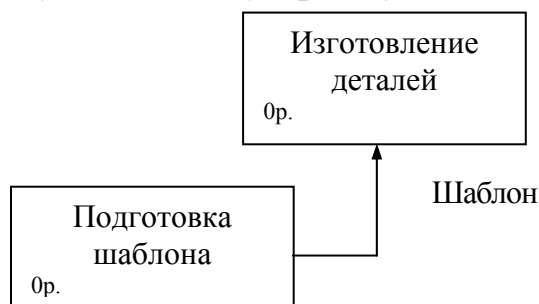

Рис. 38. Связь выход–механизм
**Связь выход–механизм (output–mechanism),** когда выход одной работы направляется на механизм другой. Эта взаимосвязь используется реже остальных и показывает, что одна работа подготавливает ресурсы, необходимые для проведения другой работы (рис. 38).